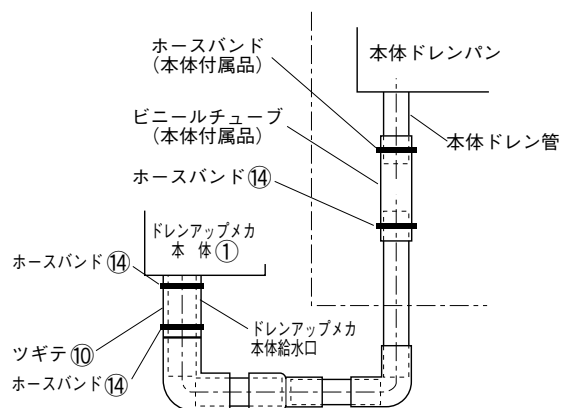

図9
- 2) 本体ドレン管に本体付属のビニールチューブを付属のホースバンドで固定してください。—図9
- 3) ドレンアップメカ本体①のドレン給水口にツギテ⑩を取付け、1)で用意したドレン管を取付けてください。—図9